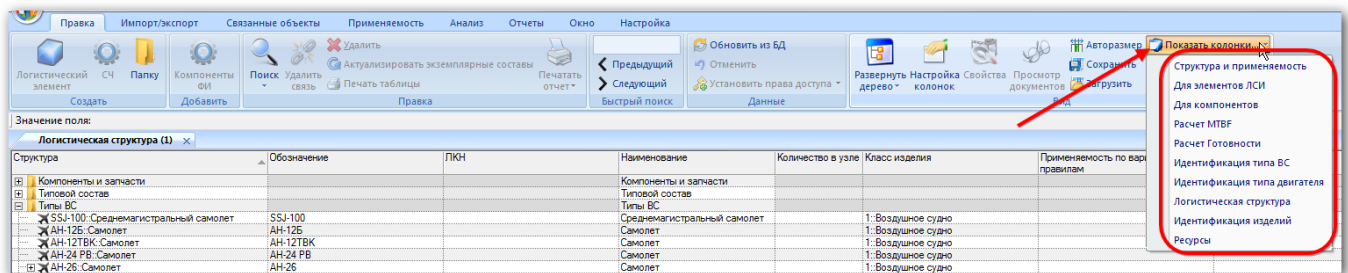

Рис. 10-3 – Список предустановленных наборов колонок для отображения в таблице
- 2) Выбрать функциональную вкладку «Правка», затем на панели «Вид» нажать кнопку «Показать колонки...» (рис. 10-3).
- 3) Выбрать из списка один из определенных по умолчанию набор колонок (например, «Для элементов ЛСИ», «Для компонентов», «Идентификация изделий» на рис. 10-3). В рабочем окне «Логистическая структура» отобразятся выбранные колонки.